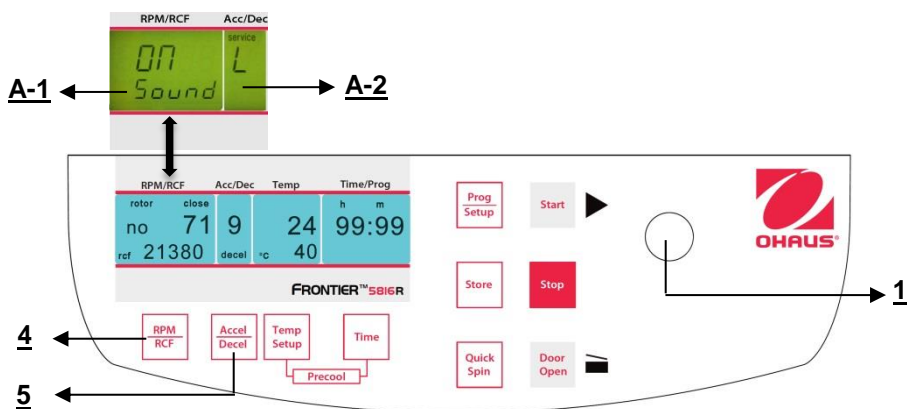

Abbildung. 32
Fahren Sie fort wie unter Punkt 4.1.1 beschrieben, um in den Programmmodus einzutreten und drücken Sie dann die Taste **"Accel/Decel"** (5). Auf der Anzeige blinkt **"Acc/Dec"** (A-2) das Wort **"Service"**. Wählen Sie nun den Buchstaben **"L"** mit Hilfe des Anpassungsknopfes (1). Als Ergebnis erscheinen die Worte **"On Sound"** auf der Anzeige **"RPM | RCF"** (4). Wenn Sie die Taste **"RPM | RCF"** (4) nun drücken, blinkt das Wort **"On"** und Sie können den Ton mit dem Anpassungsknopf (1) umschalten (siehe Abbildung 32). Nachdem Sie die Einstellungen gespeichert haben (siehe 4.1.1), ändern Sie zurück zum normalen Programmiermodus, indem Sie die Zentrifuge kurzzeitig ausschalten.